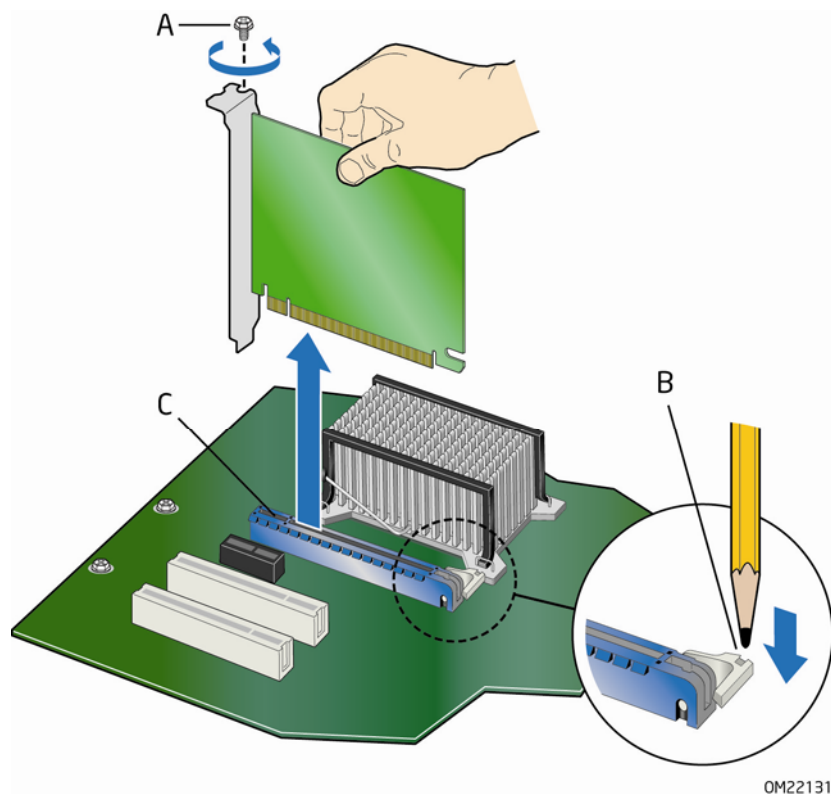

图 17. 拆卸 PCI Express x16 卡
2. 从卡的金属支架上卸下螺丝（图 17 中的 A），使卡从机箱背面板上松脱。
3. 使用铅笔尖或类似物品，向下推压凹口中的卡弹出拉杆（图 17 中的 B）。这将从连接器（C）中将卡释放。